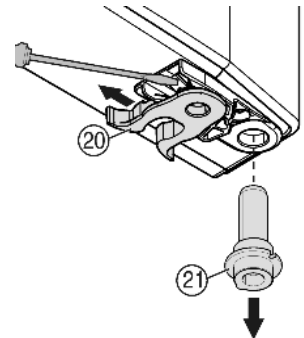

Fig. 10
- ▶ Spostare il morsetto a molla Fig. 10 (20): Premere verso il basso il dentino antisfilamento, estrarre il morsetto a molla tirando verso l'alto.
- ▶ Estrarre il perno di supporto Fig. 10 (21) dalla boccola porta e inserire con il disco nella parte opposta. Il dentino antisfilamento deve essere rivolto verso il lato interno della porta, la tacca verso il lato esterno.
- ▶ Orientare la porta in basso verso l'interno e inserire il perno di supporto Fig. 10 (21) nel blocco di supporto. Eventualmente ruotare il perno di supporto, in modo che possa innestarsi in posizione.